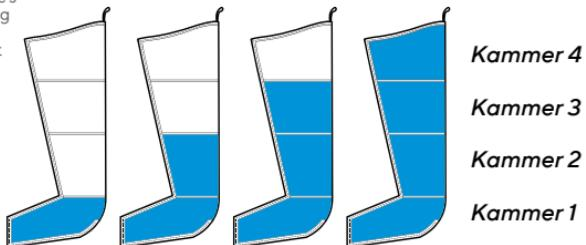

Abbildung 1 – Sequential Druckaufbauzyklus
- Es wird eine Massage durchgeführt, die an der Basis des behandelten Bereichs beginnt, sich nach oben in Richtung Oberkörper fortsetzt und dann den Luftdruck ablässt. (siehe Abbildung 1)